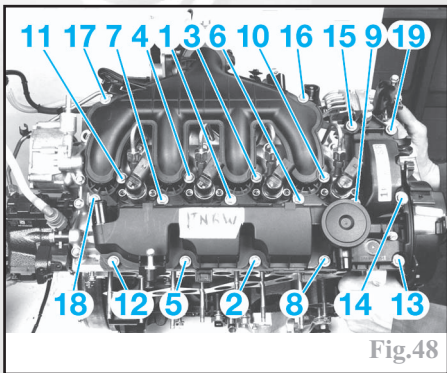

Fig.48
- le collecteur d'admission avec des joints neufs et serrer les dans l'ordre et au couple prescrit (Fig.48).